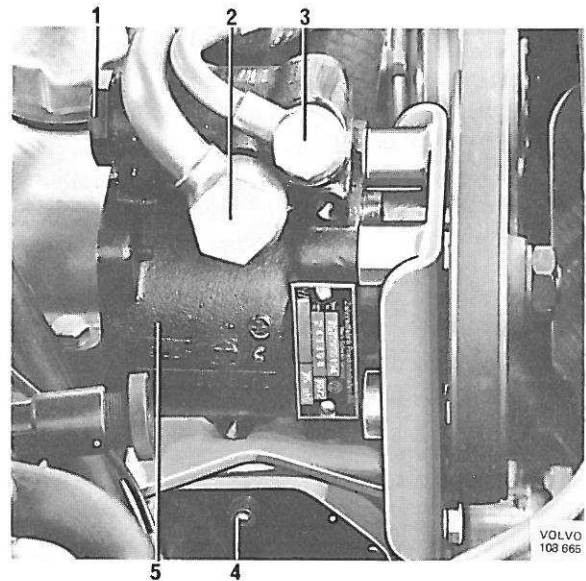

Figure 124. Servopompe en place
1. Bien nettoyer autour des raccords des conduits (2 et 3, figure 124).
2. Mettre les vis de fixation et monter les autres pièces, figure 124. Tendre la courroie d'entraînement jusqu'à ce qu'on puisse l'enfoncer d'environ 5 mm en un point situé en son milieu. Resserrer les vis et les raccords.